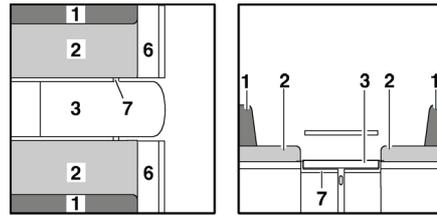

Bild 140 Während des Umbaus
- Sitzbankverlängerung (Bild 140,6) nach oben klappen und mit Klappe verkeilen.